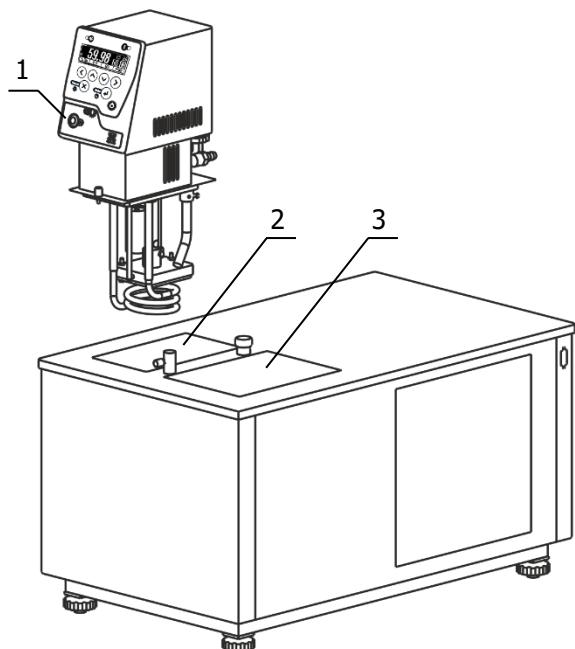
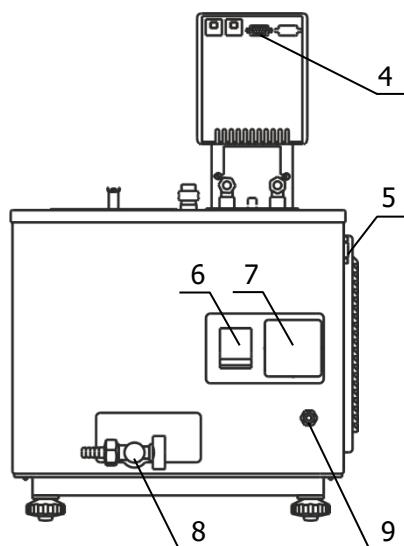

Рисунок 2 — Установка блока регулирования
Рисунок 3 — Задняя панель термостата
2.2.3 Погрузить блок регулирования температуры 1 в отверстие 2 (рисунок 2) и закрепить его винтовыми фиксаторами на крышке термостата.
2.2.4 К переливному штуцеру 9 (рисунок 3) присоединить гибкий шланг, второй конец которого опустить в емкость для сбора излишков теплоносителя объемом 1.5–2 литра.
2.2.5 Заполнить ванну термостата теплоносителем через отверстие над рабочей зоной 3 (рисунок 2) до момента начала слива теплоносителя из переливного штуцера 9 (рисунок 3). Температурный диапазон применения теплоносителя должен соответствовать значениям, указанным в 1.2.6.
2.2.7 Вставить вилку сетевого кабеля блока регулирования в розетку 7 (рисунок 3). Соединить кабелем из комплекта поставки блок регулирования (разъем 4) и холодильную машину (разъем 5). Сетевой кабель термостата подключить к питающей сети. Для этого в лабораторном помещении должна быть установлена электрическая розетка из комплекта поставки термостата.
2.2.8 Автоматический выключатель 6 (рисунок 3) перевести в положение «включено».
2.4.2 Надеть сливной шланг из комплекта поставки на кран 8 (рисунок 3) и закрепить его хомутом. Свободный конец шланга опустить в емкость для сбора теплоносителя объемом, превышающим объем термостата.